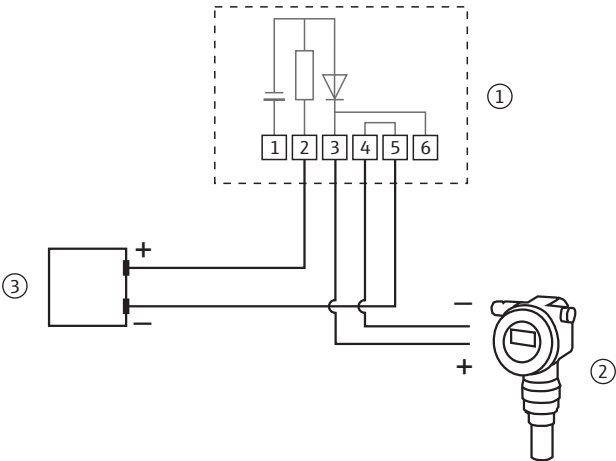
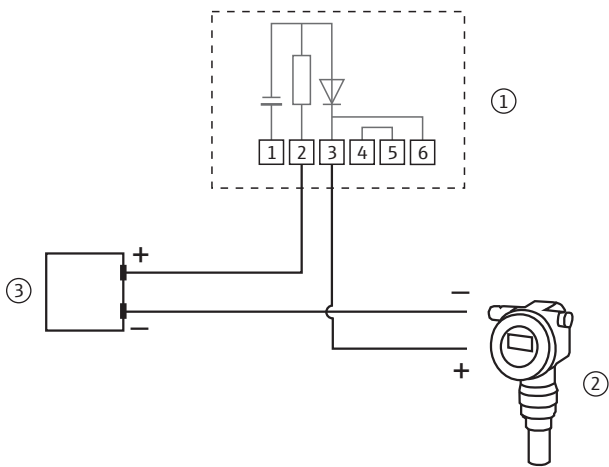

图 5-21: 带电池单元的无线 HART 适配器 -
图 5-22: 带电池单元的无线 HART 适配器 -
- 接线图图 5-21 和图 5-22 的电气连接相同，接线端 4 与接线端 5 内部互连。